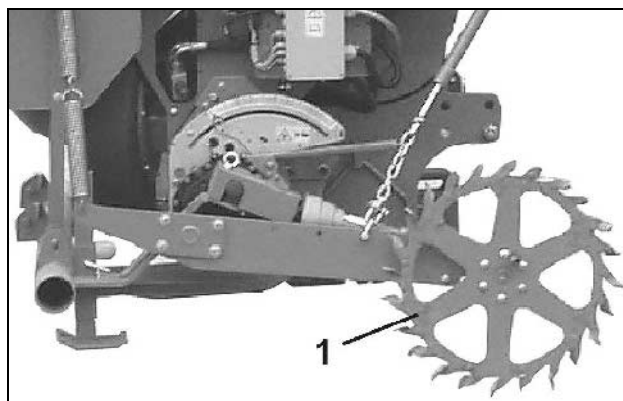

Fig. 25
- Roata cu pinteni (Fig. 25/1) antrenează prin intermediul transmisiei Vario tăvălugii de dozare din dozatorul pentru semințe (nu și în cazul unei dozări complete electrice).